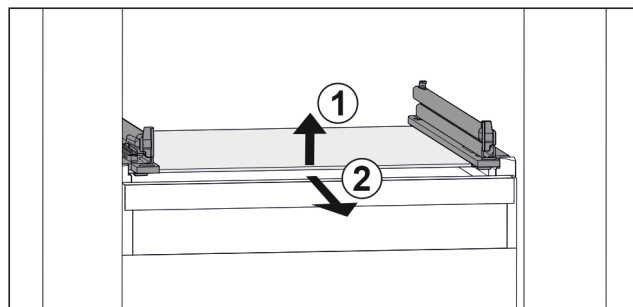

Fig. 155 Exempel på glashylla
- Lyft glashylla framtill. Fig. 155 (1)
- Ta ut glashylla framåt. Fig. 155 (2)